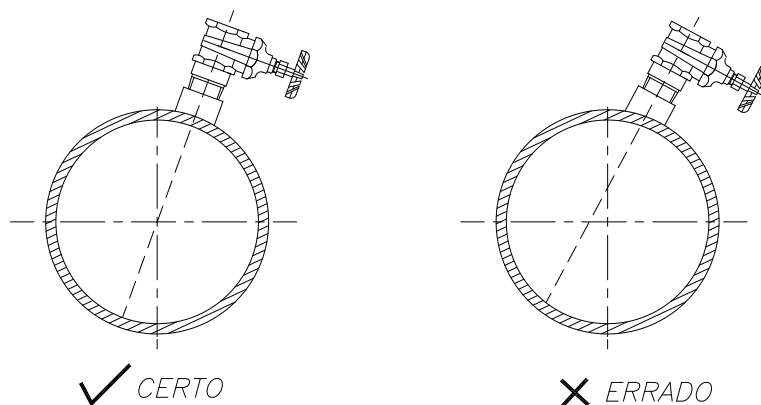

Figura 4
- A direção da haste do sensor deve passar pelo centro da tubulação, conforme **Figura 4**: